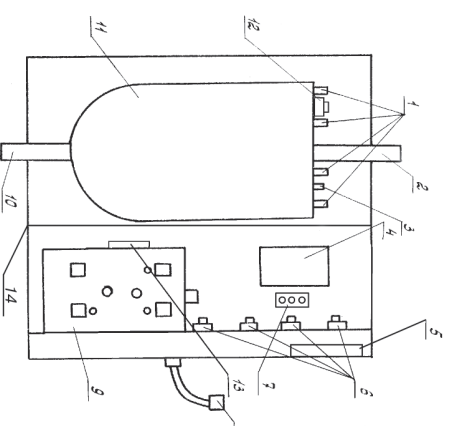

Рис. 1
5.1. Электрокотел состоит из четырех частей: теплообменника (бака), блока управления, коммутационных элементов, пускателя магнитного (рис.1).